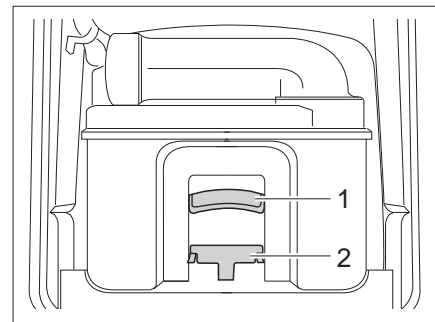

Bild 155 Thetford-Kassette
- Haltebügel (Bild 155,2) nach vorne ziehen um die Toiletten-Kassette zu entriegeln und Kassette am Griff (Bild 155,1) herausziehen.